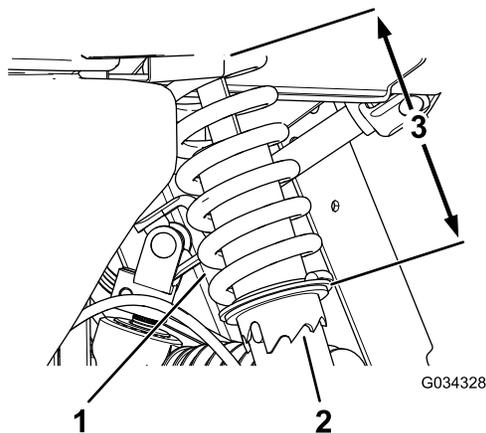

Figura 53
1. Utilizando a ferramenta Toro 6010, rode o anel no amortecedor para alterar o comprimento da mola (Figura 53).